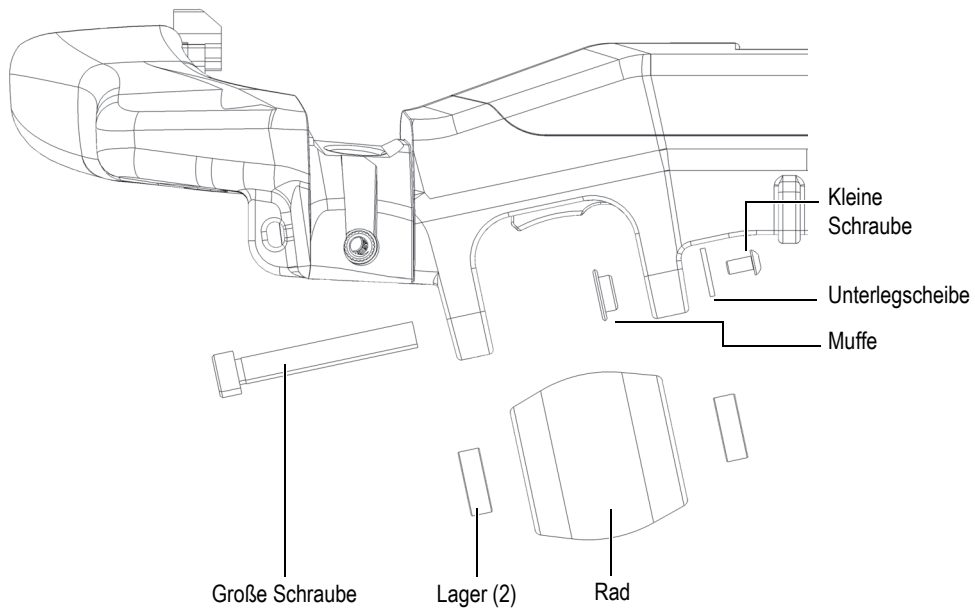

Abbildung 5-2 Entfernen des Rads - Komponenten
2. Entfernen Sie das Rad; achten Sie darauf, dass die Muffe im Inneren nicht herausfällt (Abbildung 5-2 auf Seite 78).
3. Vergewissern Sie sich vor dem Einbau des neuen Rades, dass die Lager auf jeder Seite richtig sitzen, die Muffe in die Bohrung direkt neben der Mitte eingesetzt ist und sich die Unterlegscheibe auf der kleinen Schraube befindet, wie in Abbildung 5-2 auf Seite 78 angegeben.